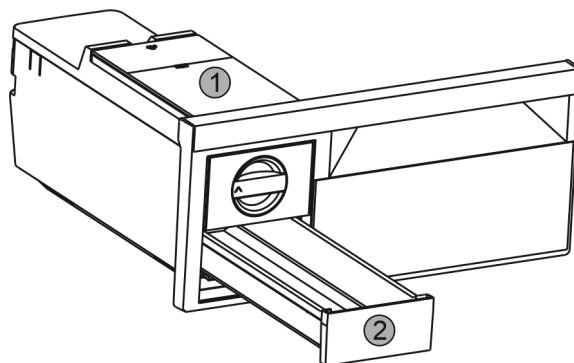

Fig. 29
- ▶ Watertank Fig. 29 (1) en ijsblokjeslade Fig. 29 (2) verwijderen.